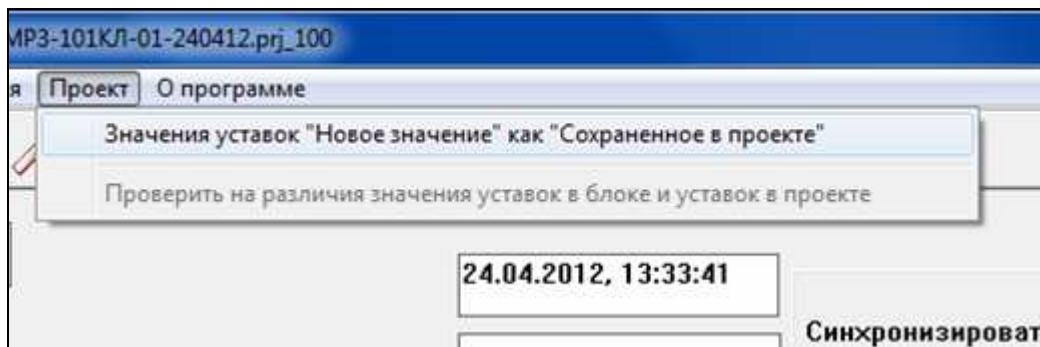

Рисунок 50
3.2.4.11 При работе с файлом проекта становится доступным подпункт меню «Проект» – «Значения уставок «Новое значение» как «Сохраненное в проекте»» (рисунок 50).